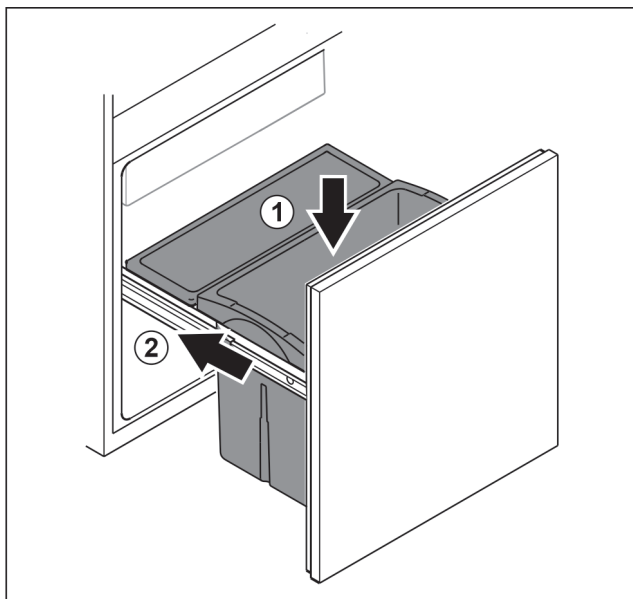

Fig. 106
- ▶ Вставьте выдвижной ящик сверху. Fig. 106 (1)
- ▶ Вставьте выдвижную тележку. Fig. 106 (2)